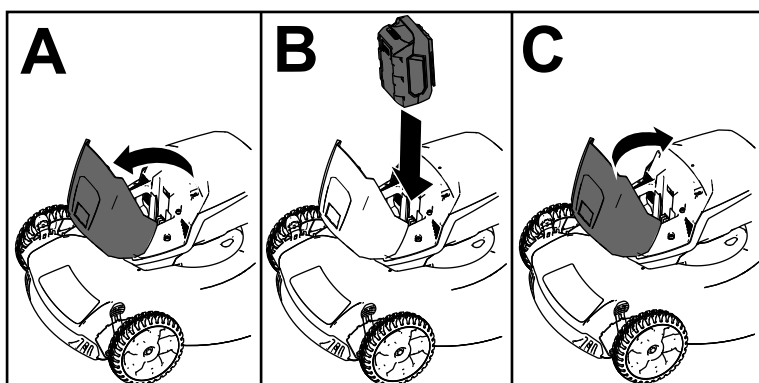

Figura 9
2. Levante la tapa del compartimento de la batería (Figura 9, A).
3. Alinee el hueco de la batería con la lengüeta de la máquina, e introduzca la batería en el compartimento hasta que se enganche en su sitio (Figura 9, B).
4. Cierre la tapa del compartimento de la batería (Figura 9, C).